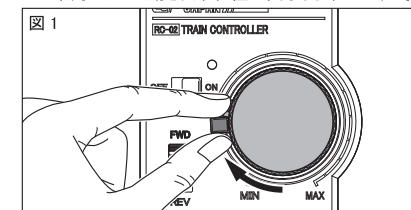

図 1
- ① 車両運転の準備の、「3-1 電源を入れる」「3-2 方向切り替えスイッチ」まで実施し、車両を進めたい方向に方向切り替えスイッチを切り替えます。
- ② スピードコントロールダイヤルとアジャスターリング※1 を一緒に右に回して車両を走行させます。(図 1 参照)